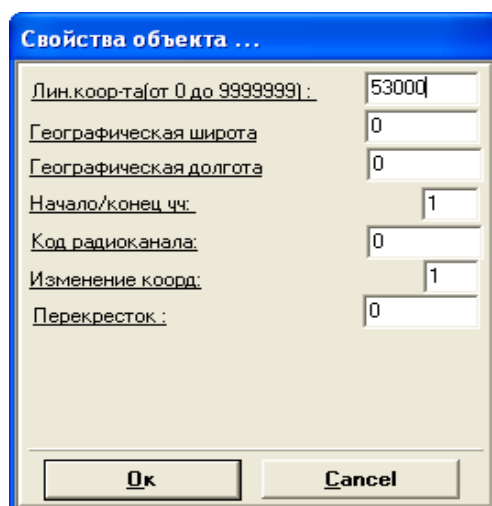

Рисунок 2.16
- в окне «Свойства объекта» (рисунок 2.16) указать линейную координату, признак начала участка и изменение координаты и нажмите кнопку «ОК».
2.3.2.6 Установите курсор в продолжение созданного участка, выберите объект «Участок», нажмите клавишу «Enter». Во вновь открывшемся окне (рисунок 2.16) измените признак участка на промежуточный и нажмите клавишу «Enter» нужное количество раз с тем, чтобы ввести требуемое количество километровых участков по всему протяжению предполагаемого элементарного участка. При этом рабочее поле карты прокручивается программой самостоятельно, изменяя значение линейной координаты на 1 км. В параметрах последнего километрового столба установите признак конца участка. При формировании диапазона единичного участка необходимо учесть, что объекты последнего километрового участка не учитываются при работе КЛУБ-У, КЛУБ-УП (этот километр с принадлежащими ему железнодорожными объектами будет началом следующего участка).